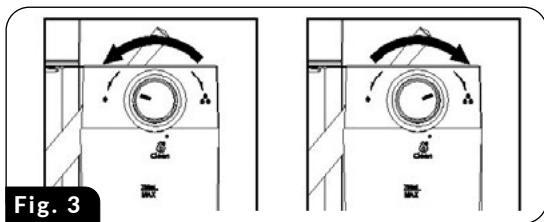

Fig. 3
**ATTENZIONE!** Prima di preparare il caffè CAPPUCCINO, regolare la quantità di latte schiumato secondo le proprie preferenze ruotando la manopola di dosaggio (23) verso sinistra per una maggiore quantità di schiuma o verso destra per una minore quantità di schiuma (fig. 3). È inoltre possibile regolare l'intensità della schiuma durante il processo di schiumatura.
**ATTENZIONE! Prima di preparare il caffè LATTE, regolare la quantità di schiuma di latte secondo le proprie preferenze ruotando la manopola di dosaggio (23) verso sinistra per ottenere più schiuma o verso destra per ridurla (fig. 3). È inoltre possibile regolare l'intensità della schiuma durante il processo di schiumatura.**
1. Inserire il filtro scelto (13) nella beuta (10), riempirla di caffè e installare la beuta nella macchina da caffè.
2. Assicurarsi che ci sia la giusta quantità di acqua nel serbatoio dell'acqua (15) e la giusta quantità di latte nel serbatoio del latte (19).